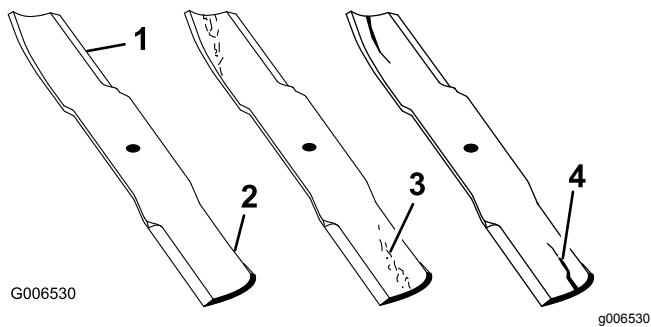

Рисунок 49
1. Осмотрите режущие кромки (Рисунок 49).
2. Проверьте ножи, особенно изогнутую часть (Рисунок 49). При обнаружении каких-либо трещин, износа или образования бороздки в этой части (поз. 3. и Рисунок 49) немедленно замените нож.